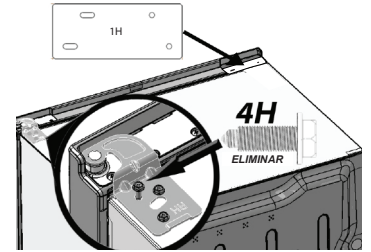

Fig. 10
8. a. Retire el tornillo exterior delantero de la bisagra superior (Fig. 10) con un destornillador o llave de tubo de  $\frac{5}{16}$ " y guárdelo para más tarde. Ubique el soporte 1H y colóquelo en la parte superior de la unidad que se utilizará en el paso 8d.